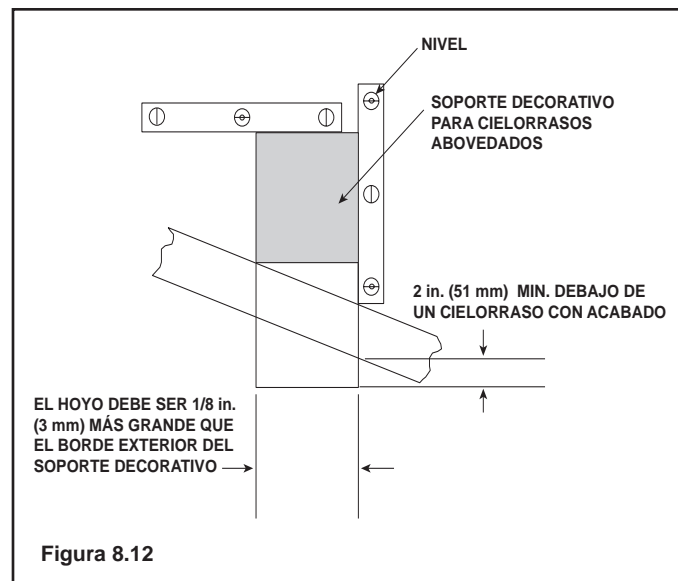

Figura 8.12
- Introduzca el soporte decorativo a través del hoyo en el techo hasta que la parte inferior sobresalga en el cielorraso al menos 2 pulg. (51 mm). Consulte la Figura 8.12.